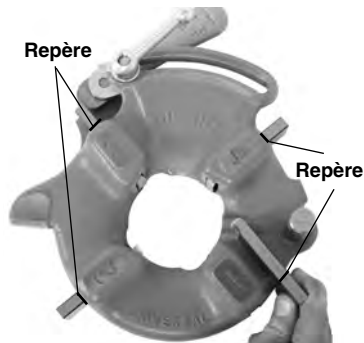

Figure 5 – Insertion des filières
4. Dégagez la languette de la rondelle de la barre graduée, puis amenez la rondelle jusqu'en fin de course (Figure 5).
6. Insérez les filières appropriées dans la tête de filière avec leur chiffre en haut jusqu'à ce que leur repère arrive à fleur de la tête (Figure 5). Les chiffres estampés sur les filières doivent correspondre à ceux des logements de la tête. Les filières doivent toujours être remplacées au complet. Ne jamais mélanger des filières issues de différents jeux.